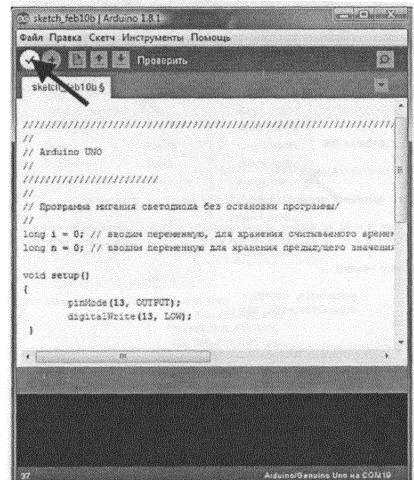

Рис. 5
11. Убедимся что в скетче мы не допустили никаких ошибок — нажмём кнопку «Проверить» — рисунок 5.